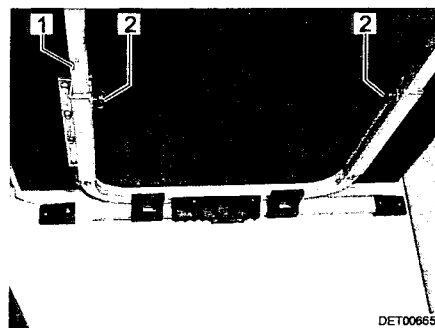

Bild 28 Hängetisch vergrößern
- Vergrößern:** ■ Rändelschrauben (Bild 28,2) lösen.
■ Tischplatte vorn leicht anheben und bis zum Anschlag herausziehen. Tischverlängerung (Bild 28,1) ist ganz ausgezogen.
- Verkleinern:** ■ Rändelschrauben (Bild 28,2) lösen.
- Tischplatte vorn leicht anheben und bis zum Anschlag zurückschieben. Tischverlängerung (Bild 28,1) ist ganz eingeschoben.